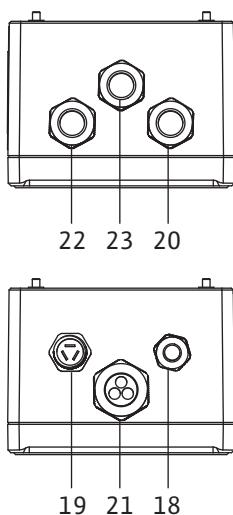

Fig. 20: Entrées de câble
2. Dévisser le raccord fileté 19 (Fig. 20) de l'appareil de régulation.